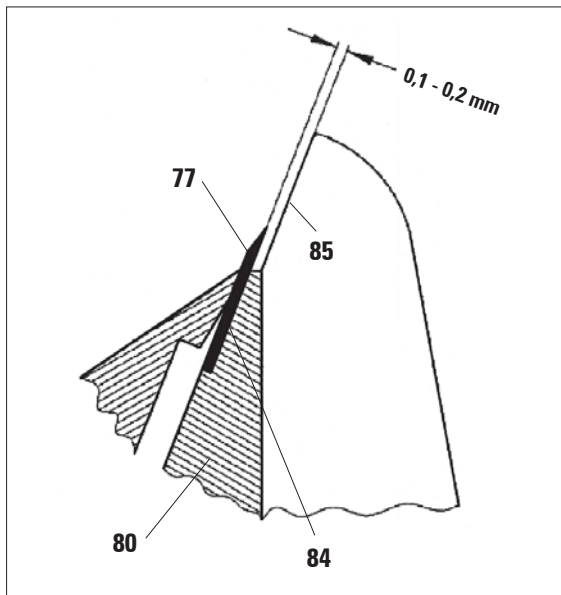

Fig. 30
- Rabattez le protège-doigts (5) vers le bas.
- Faire pivoter le levier de serrage (89) de la lame vers le bas.
- Tirez le levier (89) latéralement pour le déposer.
- Enlevez la plaque de pression (86).
- Lors du montage, veillez à ce que le rebord supérieur de la plaque de pression (86) soit parallèle et à la même hauteur que celui de la plaque de pression arrière (80) (voir fig. 30, page 31).